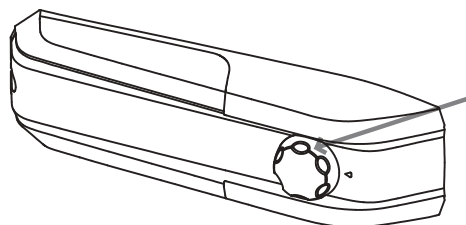

Fig. 1
- L'unité du thermostat pour la commande de l'appareil est localisée à l'intérieur du compartiment du réfrigérateur (Fig. 1).